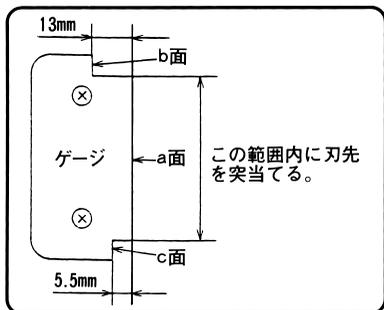

図 14
- (2) 刃物の研磨しようとする面を上側に向け、刃物を刃物台と刃物押え板の間にはさみ込みます。
- (3) 刃物の両端近くの刃物台に付属のゲージをセットします。
**注** • 刃物の種類により刃先を当てる位置が異なりますので図14を参照してセットしてください。